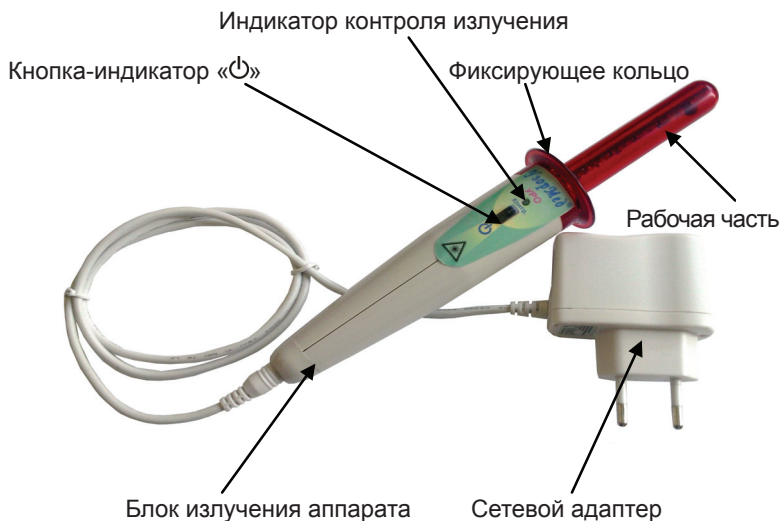
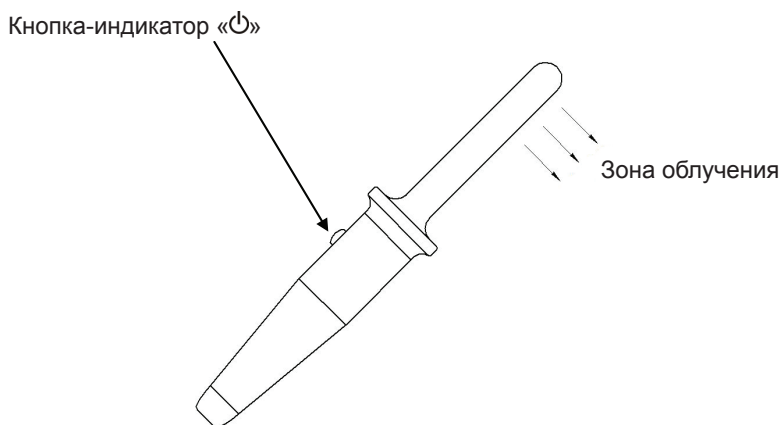

Рис.1. Внешний вид аппарата «Узормед®-УРО»
Рис.2. Расположение зоны облучения
4.1. **«Узормед®-УРО»** (см. рис.1) состоит из блока излучения с встроенным аккумулятором и сетевого адаптера, служащего для заряда аккумулятора. Рабочая часть блока излучения аппарата изготовлена из нетоксичного материала, прозрачного для инфракрасного (ИК) излучения, внутри которого размещены лазерные излучатели и красный светодиод подсветки области облучения.
5.4. Для проведения трансректального облучения предстательной железы предварительно необходимо на рабочую часть блока излучения надеть презерватив, закрепив его на фиксирующем кольце (см. рис.1). Нажмите кнопку-индикатор «☪», включив лазерное излучение. Область облучения (рис. 2) обозначается красным мигающим пятном. Включение излучения аппарата сопровождается двойным звуковым сигналом. Кнопка-индикатор будет светиться постоянно или мигать зеленым цветом в зависимости от предустановленного режима. В случае необходимости переключения режима работы аппарата нажмите кнопку-индикатор «☪» и удержи-
Для проведения контроля выходной мощности излучения произведите запуск излучения, кратко-временно нажав кнопку-индикатора «☺» и направьте излучение на светлую поверхность (лист белой бумаги), контролируя область облучения по красному пятну подсветки. Область облучения находится диаметрально противоположно расположению кнопки-индикатора «☺» (см. рис. 2). Когда излучающая область рабочей части будет находиться на расстоянии 2 - 3 см от корпуса до поверхности, должен загореться индикатор «Контроль», что говорит о наличии инфракрасного импульсного излучения и нормальной работе аппарата.